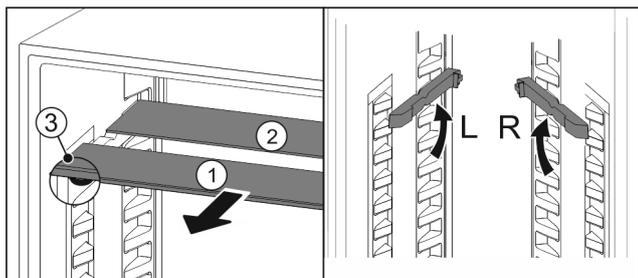

Fig. 58
- ▶ Retire las planchas de cristal individualmente hacia delante Fig. 58 (1).
- ▷ La placa de vidrio Fig. 58 (1) con moldura está situada delante.
- ▷ Los topes Fig. 58 (3) miran hacia abajo.